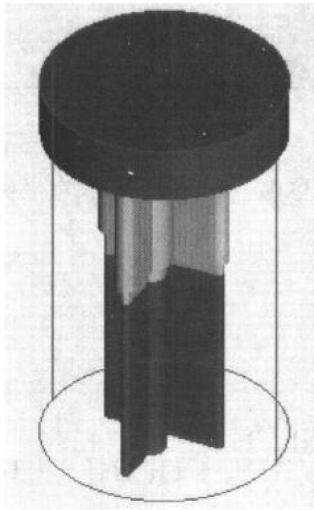

图 1-11
(7) 在特征向导内的 Optional (可选步骤) 项目中选择 Step (间距) 的图标 ，将数值改为“1”，然后单击 OK (确定)，结果如图 1-11 所示。